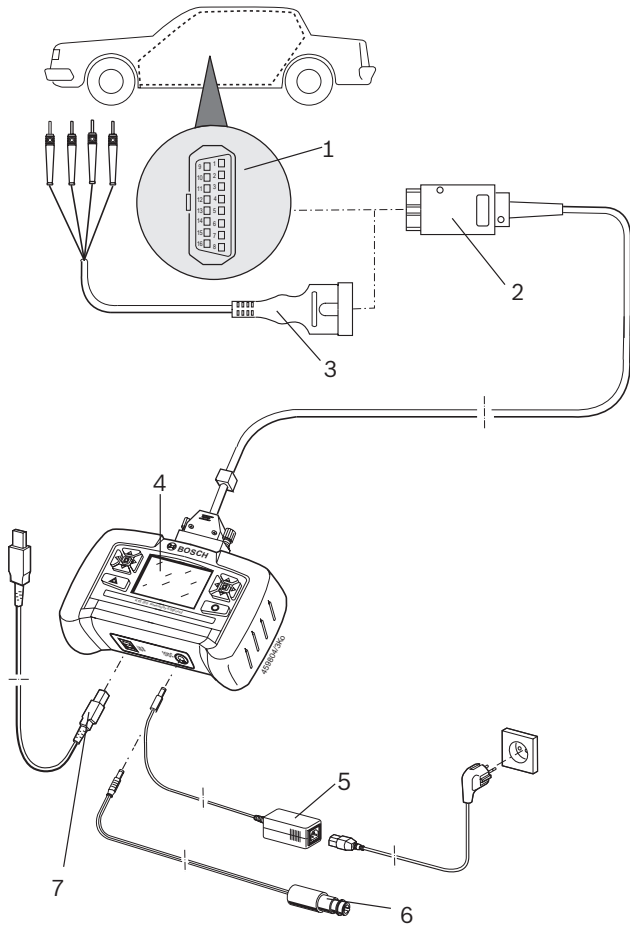

Fig. 3: Anslutningsschema KTS 200
- OBD-diagnosledning (fig. 3, pos. 2) eller
- OBD-diagnosledning och dessutom via UNI-anslutningsledning (fig. 3, pos. 3; specialtillbehör) eller